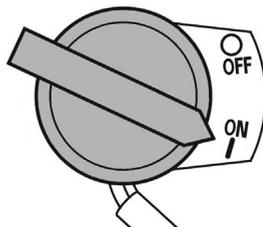

Рис. 15 Выключатель зажигания
- Выключатель зажигания переведите в положение «ON» (ВКЛЮЧЕНО) (Рис. 15).
При возникновении аварийной ситуации, для экстренной остановки двигателя мотопомпы переведите выключатель зажигания двигателя в положение «OFF» (ВЫКЛЮЧЕНО) (Рис. 15).
3. Переведите выключатель зажигания в положение «OFF» (ВЫКЛЮЧЕНО) (Рис. 15).